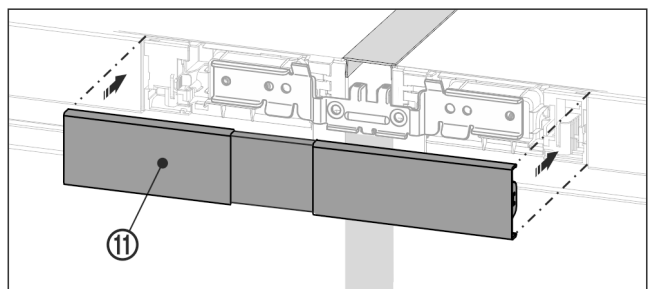

Fig. 30
- ▶ Bovenste afdekking Fig. 30 (11) op de nog open tussenruimte van de twee bedieningsdeelafdekkingen aanbrengen. Zorg ervoor de buitenzijden van de afdekking in een lijn met de bedieningsdeelafdekkingen zijn.